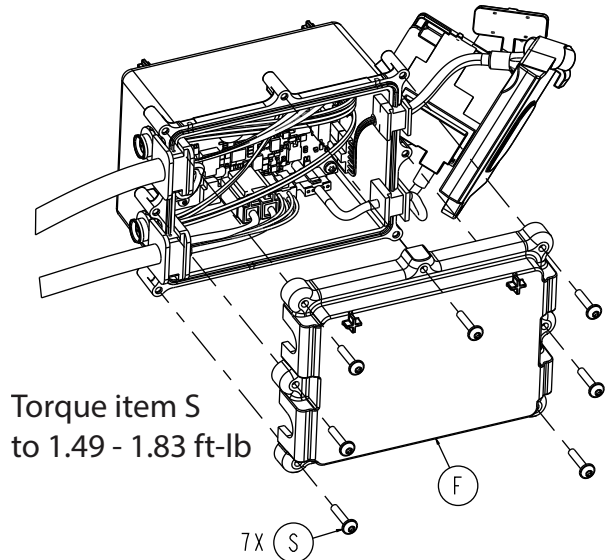

Figure 59 – Retirer les vis du couvercle supérieur HBC
10. À l'aide d'une clé Torx T20, retirer les sept vis de taraudage à tête ronde à embase (S) qui fixent le couvercle supérieur (F) à l'ensemble de boîtier HBC (Figure 59). Retirer et conserver la housse supérieure. Conserver les vis.